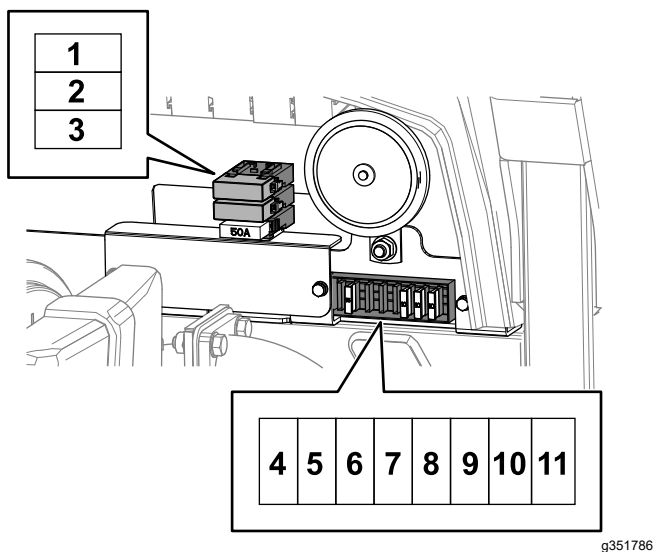

Bild 72
5. Ersetzen Sie jede durchgebrannte Sicherung durch eine Sicherung mit gleicher Amperezahl (Bild 72).